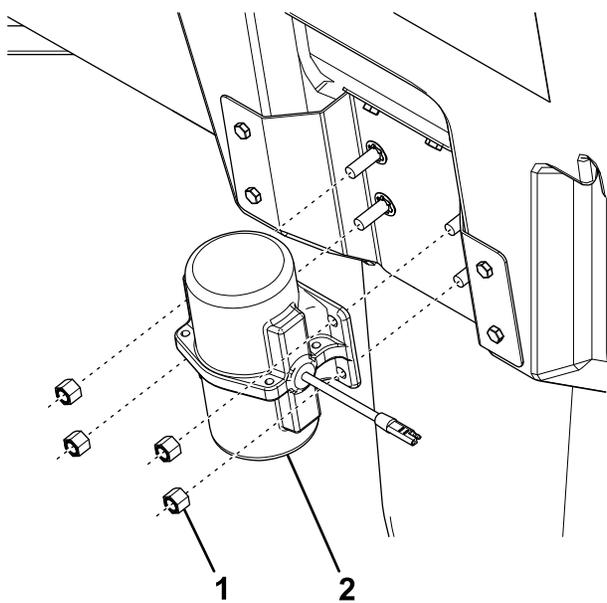

图 5
7. 将振动器滑动到 4 个螺栓上并用 4 个锁紧螺母固定图 5。